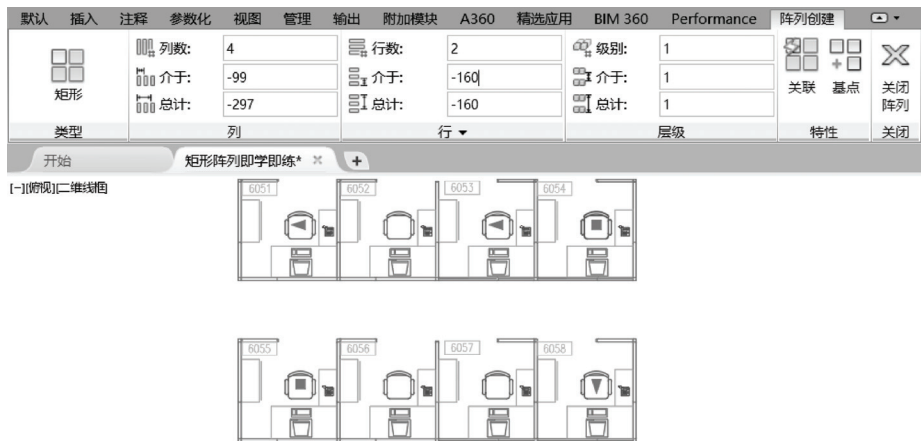

图 4-34 在“阵列创建”上下文选项卡中修改矩形阵列的相关值
- 4 在功能区出现的“阵列创建”上下文选项卡中修改矩形阵列的相关参数值，如图 4-34 所示。